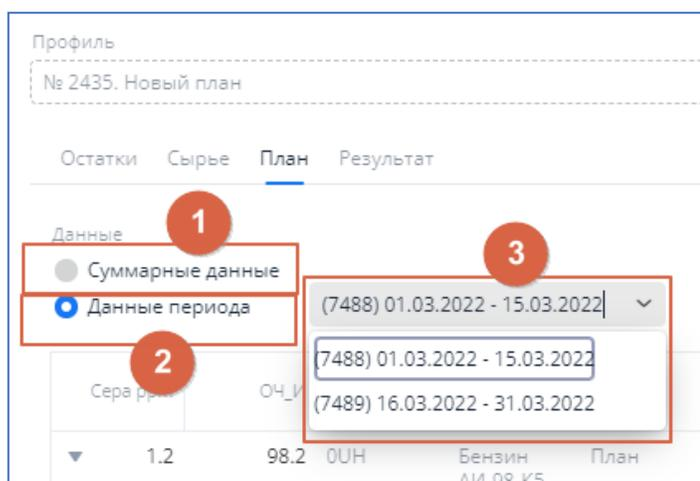

рис. 14.3. Выбор режима отображения данных
- **Суммарные данные** согласно выбранного профиля (см. рис. 14.3. [1]), в этом режиме отображаются данные по остаткам, сырью, плану выработки товарной продукции и результату расчёта плана в суммарном виде за все периоды.
- **Данные периода** (см. рис. 14.3. [2]), список периодов определяется выбранным для работы планом и выбирается из выпадающего списка (см. рис. 14.3. [3]). По каждому из периодов ограничения по остаткам, сырью и плану выпуска продукции вводятся отдельно.